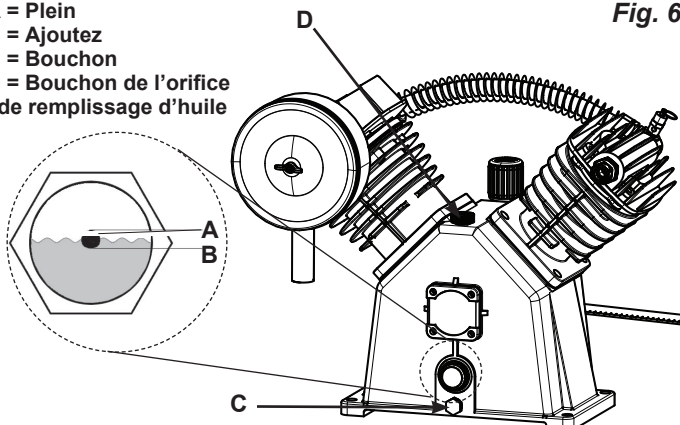

Fig. 6
2. Vérifier le niveau d'huile de la pompe (Voir **Fig. 6** « Vérifier l'huile » de la section Maintenance).
1. Vérifier le niveau d'huile de la pompe (Voir **Fig. 6** « Vérifier l'huile » de la section Maintenance).
Vérifiez le viseur pour vous assurer que le niveau d'huile de la pompe est conforme au niveau requis (Voir Fig. 6). Le niveau d'huile dans la pompe doit être situé entre les marques A et B. Ne remplissez pas de manière excessive ni insuffisante.
Déposez le bouchon (Voir Fig. 6 C) de l'orifice de vidange d'huile et vidangez l'huile jusqu'à ce que l'écoulement ralentisse et que l'huile ne fasse que s'égoutter. Dévisser le bouchon de remplissage de l'huile (D) et ajouter de l'huile à compresseur (reportez-vous au manuel de pièces) jusqu'à ce que le niveau se situe entre plein (full) (A) et ajouter (add) (B). Replacer le bouchon de remplissage de l'huile. Ne remplissez jamais au-dessus du niveau ou underfill la pompe.